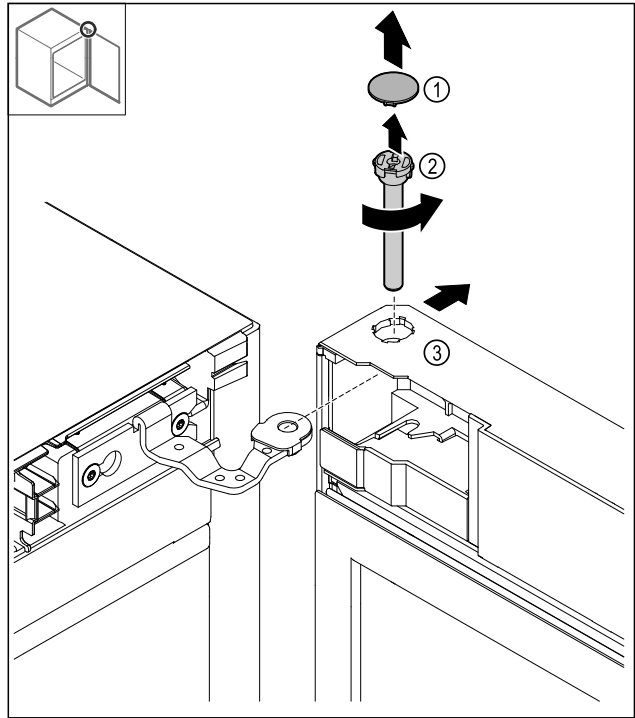

Fig. 13
- ▶ Снимите крышку Fig. 13 (1).
- ▶ Открутите палец Fig. 13 (2) против часовой стрелки и извлеките его.
- ▶ Немного отклоните дверь Fig. 13 (3).